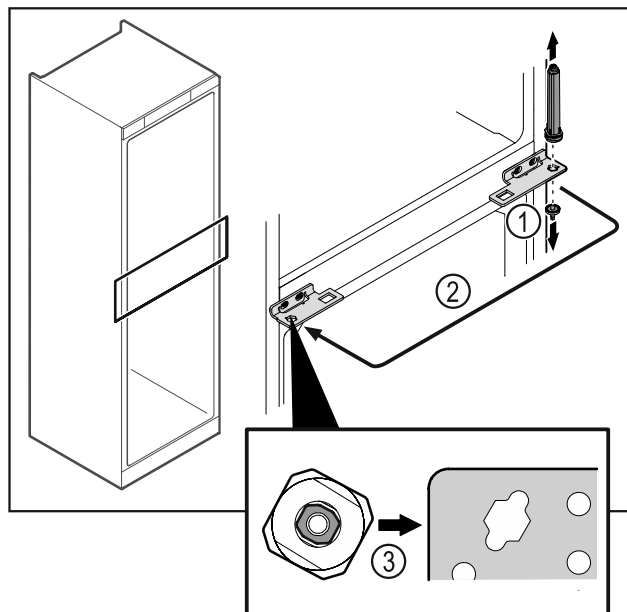

Fig. 51
- Desatornillar el perno de cierre Fig. 51 (1).
- Cambiar de posición el sistema de cierre de la puerta Fig. 51 (2).
- Al insertarlo, asegúrese de que el sistema de cierre de la puerta Fig. 51 (3) esté correctamente alineado.